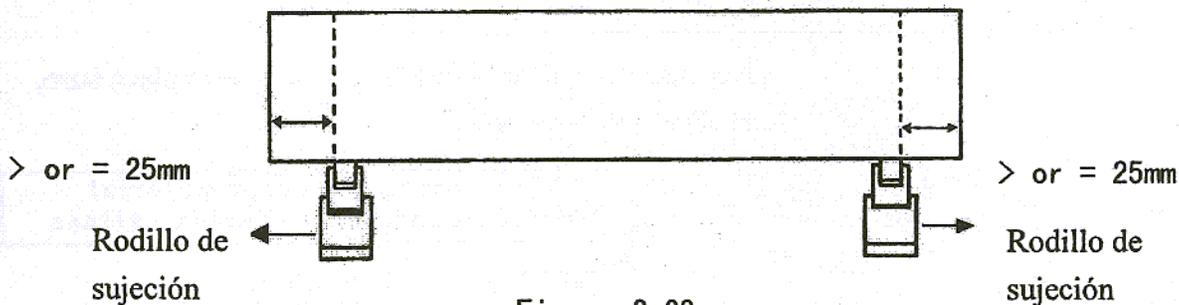

Figura 2-28
2. Si la longitud es superior a 4m, deje como mínimo 25mm entre cada rodillo y su extremo correspondiente (ver Figura 2-28).